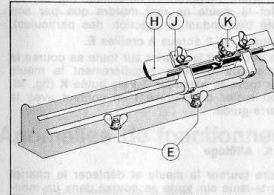

Figure 36
6.3.1. Support du chariot (fig. 36)
6.3.2. Chariot porte-lame (fig. 36)